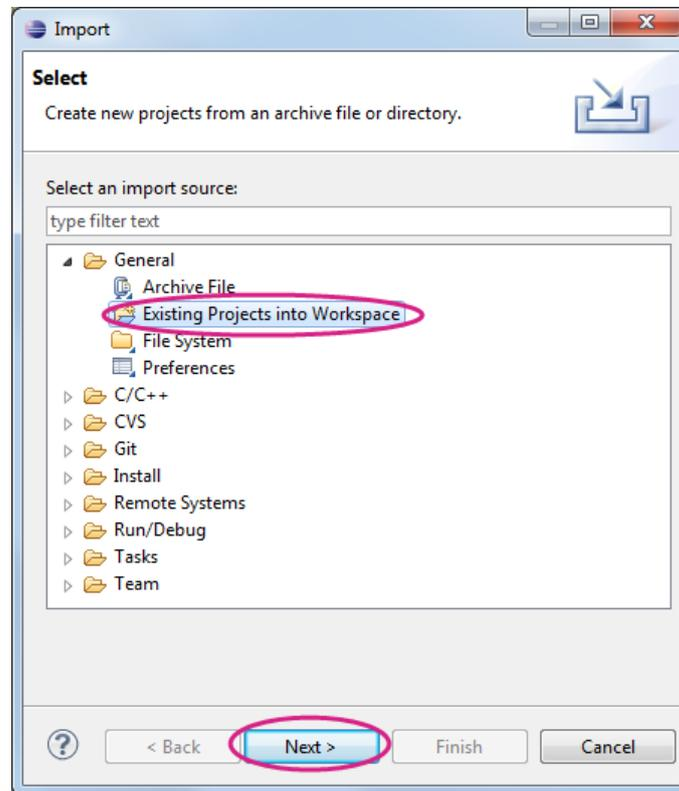

图 54 导入源件
- a) 在 eclipse 的 **File** 菜单电击**导入 (Import)**。在 **Select** 窗口打开 **General** 文件夹并电击 **ExistingProjects into Workspace**, 如图 54。